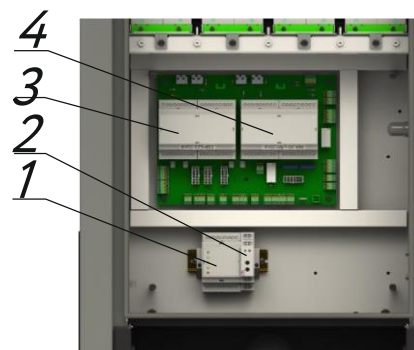

Рисунок 7.12. Контроллеры заряда
2. Контроллеры 3, 4 (Рисунок 7.12) устанавливаются на плату (обозначаются как EVCC-CN-XXX, EVCC-CCSXXX, EVCC-GBT-XXX, EVCC-AC-XXX). Для замены контроллеров заряду 3, 4 (Рисунок 7.12) их необходимо вытащить, потянув за противоположную сторону платы.
Сумеречное реле (Рисунок 7.13) установлено на DIN-рейку. Его расположение зависит от комплектации станции. Например, на станции (Рисунок 7.12) реле находится рядом с модемом.